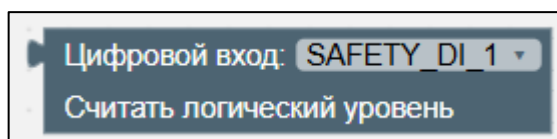

Рисунок II-30 – Блок «Цифровой вход. Считать логический уровень»
3. Блок «Цифровой вход. Считать логический уровень» (см. Рисунок II-30).